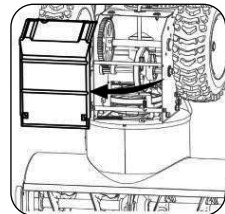

Рисунок 28
2. Осторожно передвиньте снегоуборочную машину вверх и вперед так, чтобы она встала на корпус шнека. Снимите крышку рамы из-под снегоуборочной машины, открутив четыре болта, фиксирующие её. См. Рисунок 28